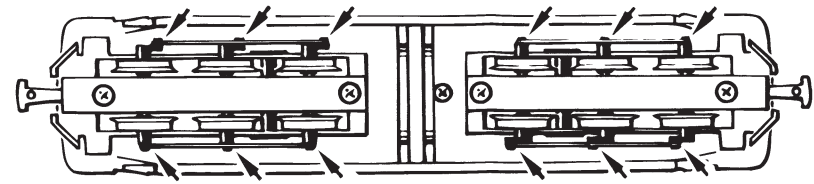

Fig. 4
Um einen optimalen Lauf der Lokomotive zu gewährleisten bitten wir Sie, **vor erstmaliger Inbetriebnahme die Lager der Kuppelstangen zu ölen** (siehe Fig. 4).
**2. Schmierung:** Versehen Sie die im Schmierplan in Fig. 4 u. 8 gekennzeichneten Stellen mit nur **kleinen Öltropfen**. Dazu zuerst das Lokgehäuse abnehmen (Fig. 3). Wir empfehlen den **ROCO-Öler** Art. Nr. 10906. Zur Schmierung der Getriebeteile (Zahnräder, Schnecke) empfehlen wir das **ROCO-Spezialfett 10905**. Im Falle der Schmierung diese Teile bitte nicht ölen.
Veuillez huiler légèrement les paliers de l'embellissage de votre locomotive avant sa première mise en service sinon il y a risque de mauvaises qualités de marche au même de dommages au mécanisme moteur de la machine (voir fig. 4).
### **2. Graissage:** N'appliquez qu'une **très petite goutte** aux endroits indiqués par le plan de graissage (fig. 4 et 8) après avoir la caisse de la locomotive (fig. 3). Nous vous recommandons le **graisseur à huile ROCO réf. 10906**. Pour graisser les engrenages (roues dentées, vis sans fin - fig. 6 et 9) nous vous conseillons la **graisse spéciale Roco réf. 10905** pour engrenages en matières synthétiques. Lorsque vous utilisez cette graisse il faut éviter d'huiler ces composants.
Before taking into service your model these bearings of the **coupling rods** be oiled as otherwise there would be the risk of bad running qualities or damage on the locomotive (see fig. 4).
**2. Lubrication:** Apply **tiny oil drops** to spots marked in fig. 4 and 8. Prior to lubrication dismantle locomotive (fig. 3). We recommend using item no **10906, Roco oiler**. For lubrication the gear-parts (e.g. cog-wheels, worm) we would recommend our Roco **special grease** (item No. **10905**).